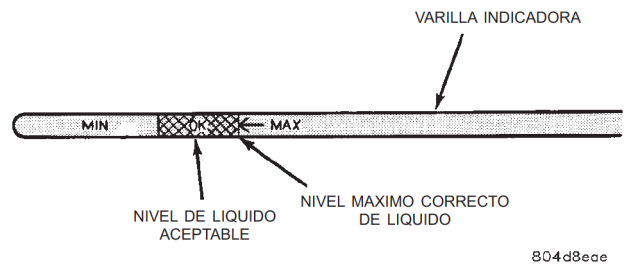

Fig. 13 Marcas de nivel de líquido en la varilla indicadora—Características
- (1) Para que la verificación del nivel de líquido sea exacta, el líquido de transmisión debe estar a temperatura de funcionamiento normal. Si fuera necesario, conduzca el vehículo para llevar el líquido a la temperatura normal de funcionamiento en caliente que debe ser de 82°C (180°F).
- (2) Emplace el vehículo sobre una superficie nivelada.
- (3) Arranque y haga funcionar el motor a velocidad de ralentí moderado.
- (4) Aplique los frenos de estacionamiento.
- (5) Desplace momentáneamente la transmisión en todas las escalas de cambios. Vuelva luego a la posición de punto muerto.
- (6) Limpie la parte superior del tubo de llenado y la varilla indicadora para evitar la entrada de suciedad al tubo.
- (7) Retire la varilla indicadora (Fig. 13) y verifique el nivel de líquido de la siguiente forma: